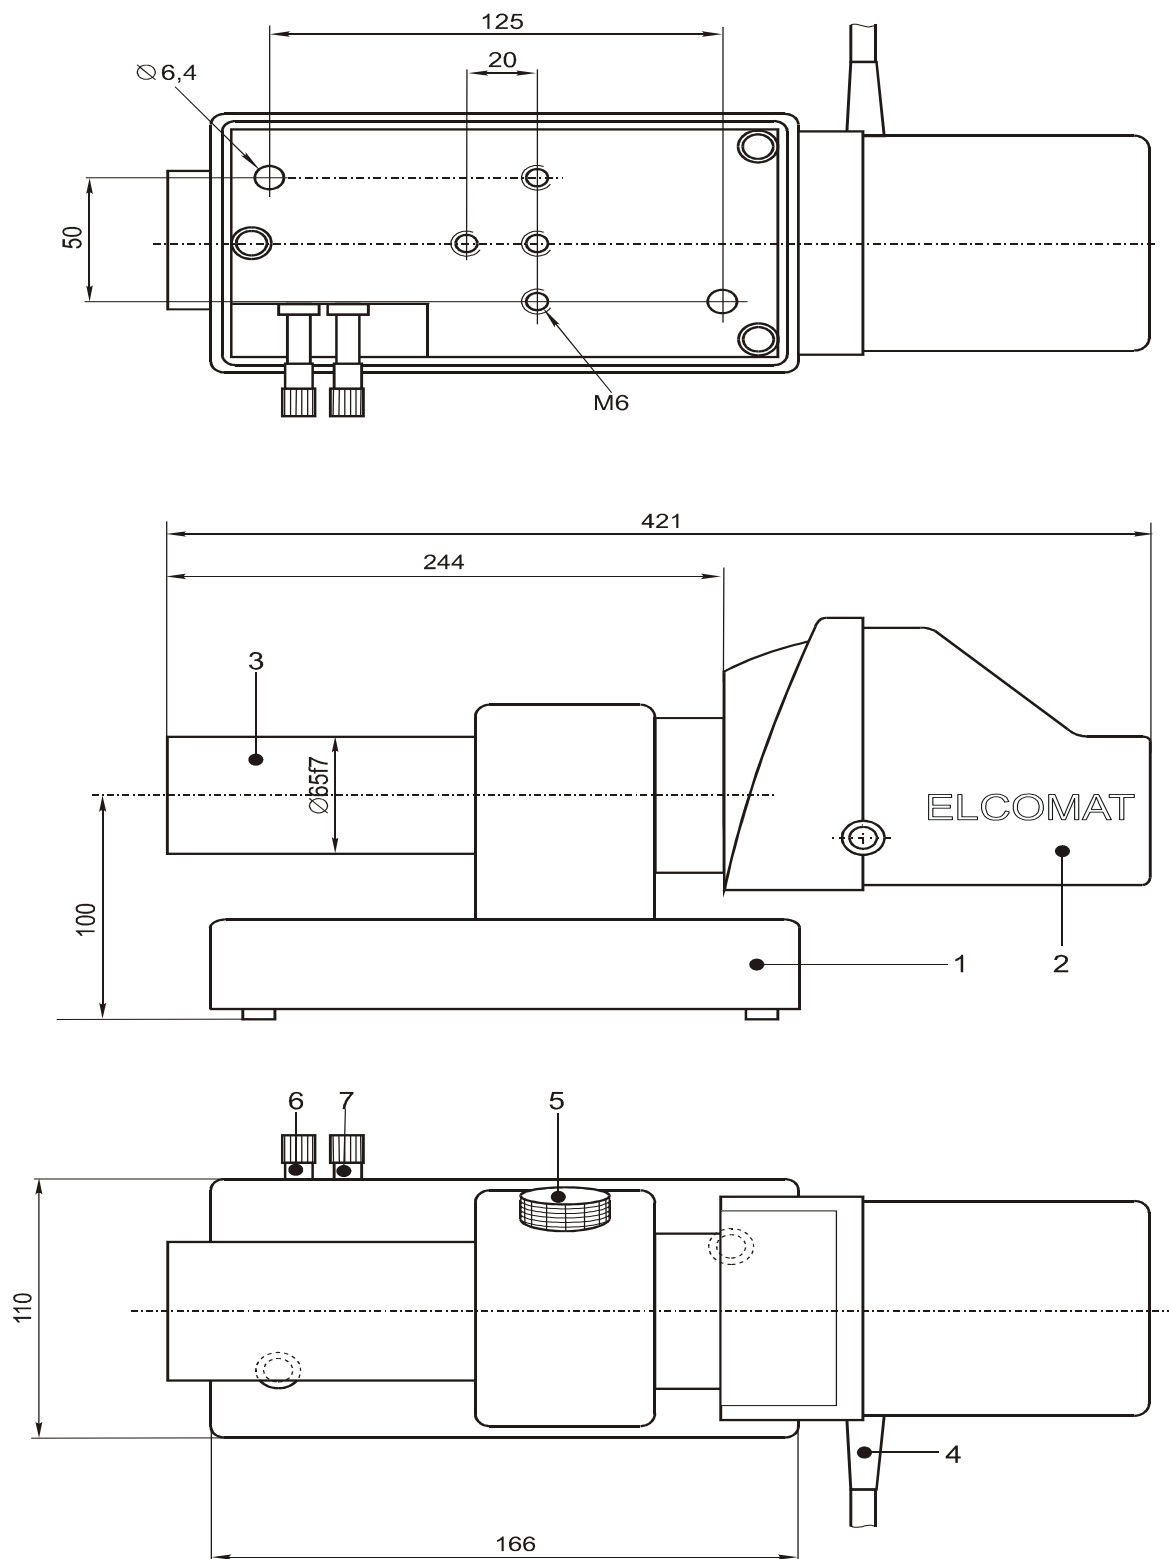
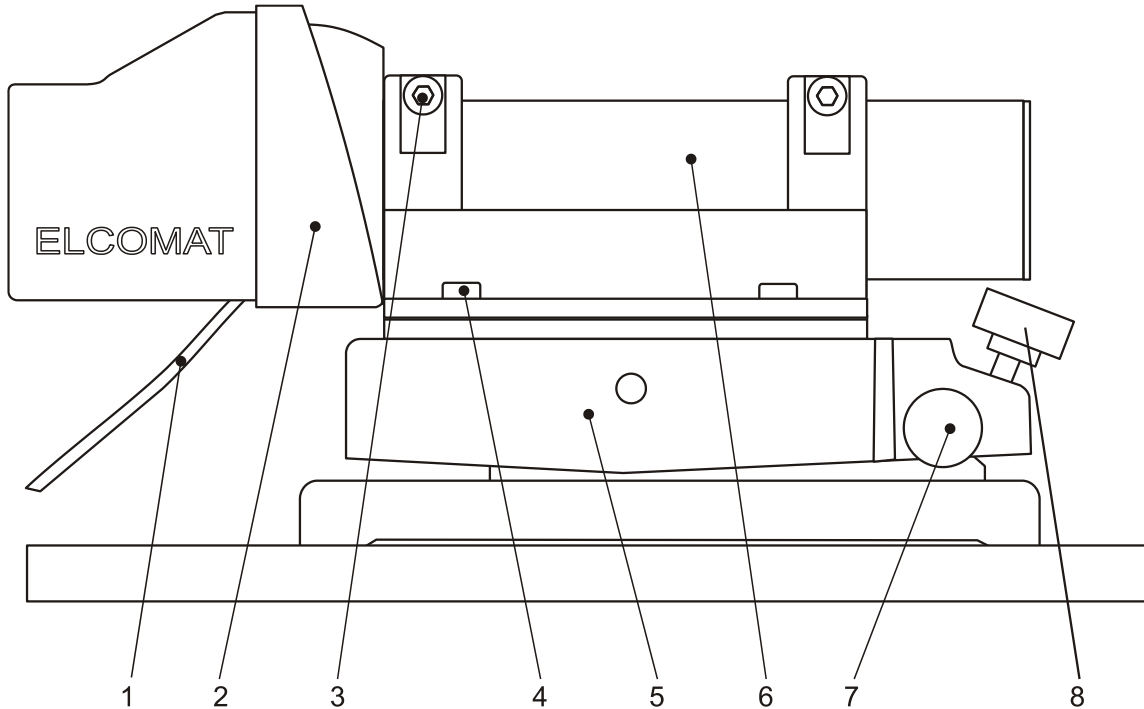

图 5: 带有可调底座 D65 (223 056) 的 ELCOMAT 3000
图 6: 装入双轴可调底座的 ELCOMAT 3000
在找准时，ELCOMAT 3000 应固定在一个可调底座 (图 5) 或 (图 6) 上。
- 双轴可调底座 D65 (图 5)，订货号：223 056
- 可调底座 (图 6), 双轴, 订货号: 223 024
将自准直仪测头装入可调底座 (图 5) 或 (图 6) 内。您可以通过一个 (5.5) 或二个旋钮 (6.3) 来锁紧自准直仪测头。